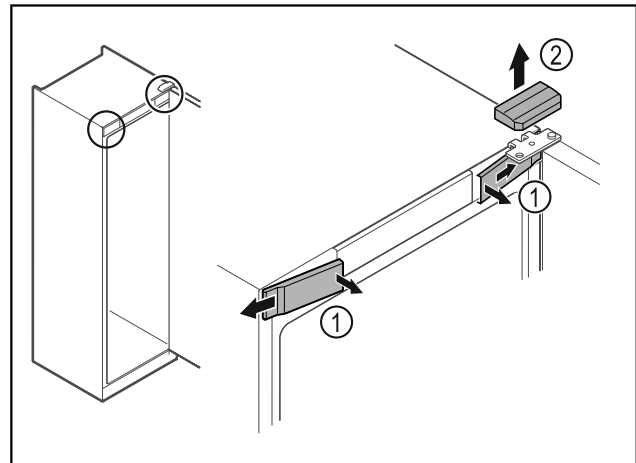

Fig. 16
- ▶ Vordere Abdeckungen Fig. 16 (1) innen ausrasten und zur Seite abnehmen.
- ▶ Obere Abdeckung Fig. 16 (2) nach oben abnehmen.